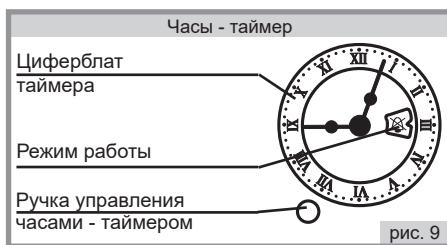

рис. 9
- Потянуть ручку управления часами - таймером на себя и поворачивая против часовой стрелки установить текущее время (рис.9).